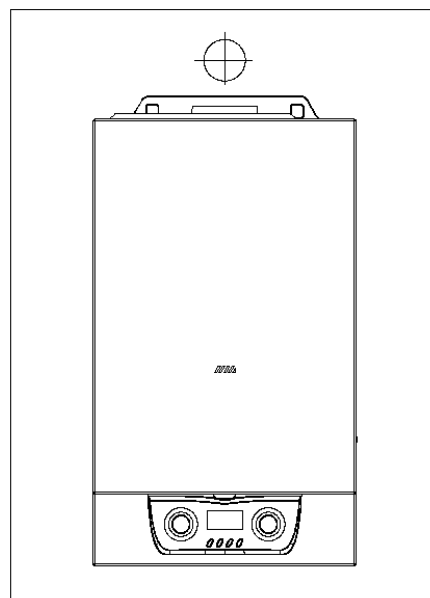

Рис. 12
- е) далее котел навесьте на подвесную панель (рис. 12)